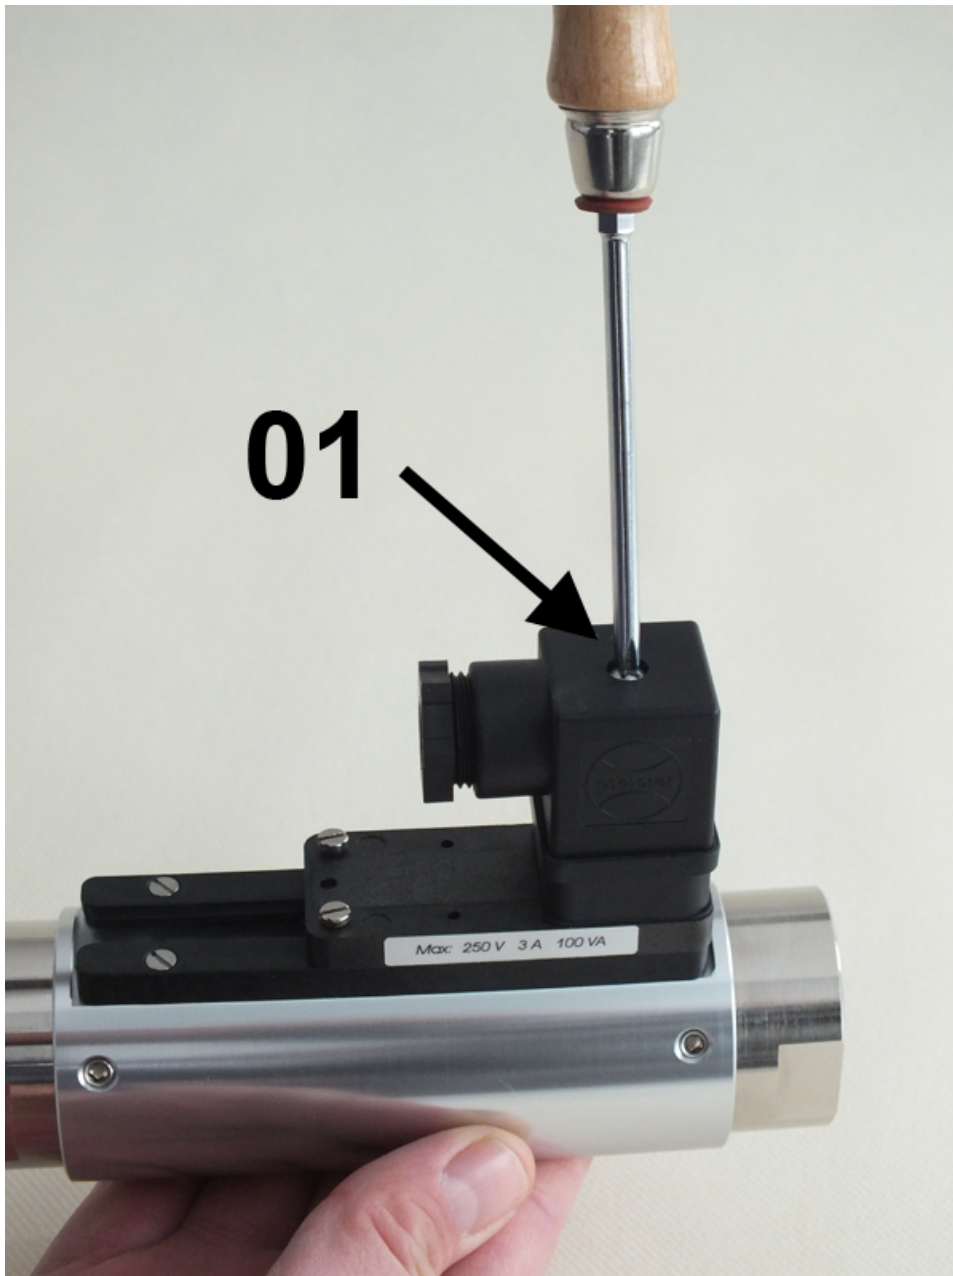

Abb. 27: Steckerdose lösen
1. ➤ Lösen Sie die Befestigungsschraube (Abb. 27/01) von der Steckerdose
- 9.** → Stecken Sie die Steckerdose auf den Gerätestecker. Ziehen Sie die Befestigungsschraube (Abb. 27/1) an